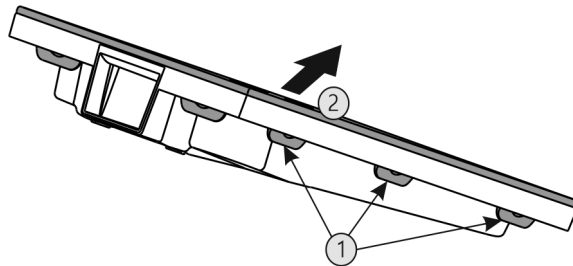

Fig. 41
- ▶ Presionar una tras otra todas las lengüetas Fig. 41 (1) y retirar la cubierta Fig. 41 (2).